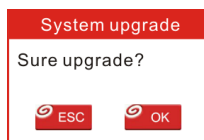

Figura 7-8
11. Una vez todos pasos están completados, reinserte la tarjeta de TF en la herramienta y encienda la herramienta a través de USB en el ordenador o a través del Puerto de OBD2 en el vehículo. La herramienta se le avisará para actualizar, haga clic en [OK] para iniciar la actualización y se aparecerá una barra de progreso. Puede tardar unos minutos para acabar la actualización si su archivo de paquete de actualización es demasiado grande, por favor, espere. (Figura 7-8)